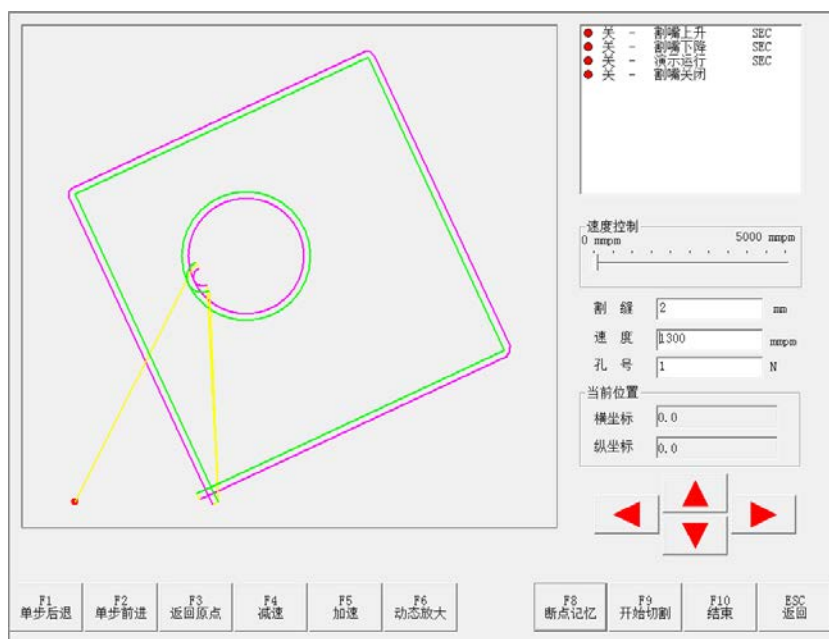

图 3-3 切割主界面
3、氧燃气的切割界面如图 3-3 所示，它能够实时地显示当前坐标、速度及 I/O 信息等。